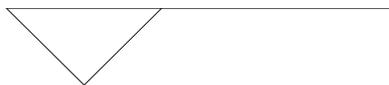

图 9-1-73
**STEP 01** 用多段线命令 PLINE 绘制出标高符号, 如图 9-1-73 所示。
指定文字的起点或 [对正 (J) /样式 (S)]： // 单击如图 9-1-73 所示的上方